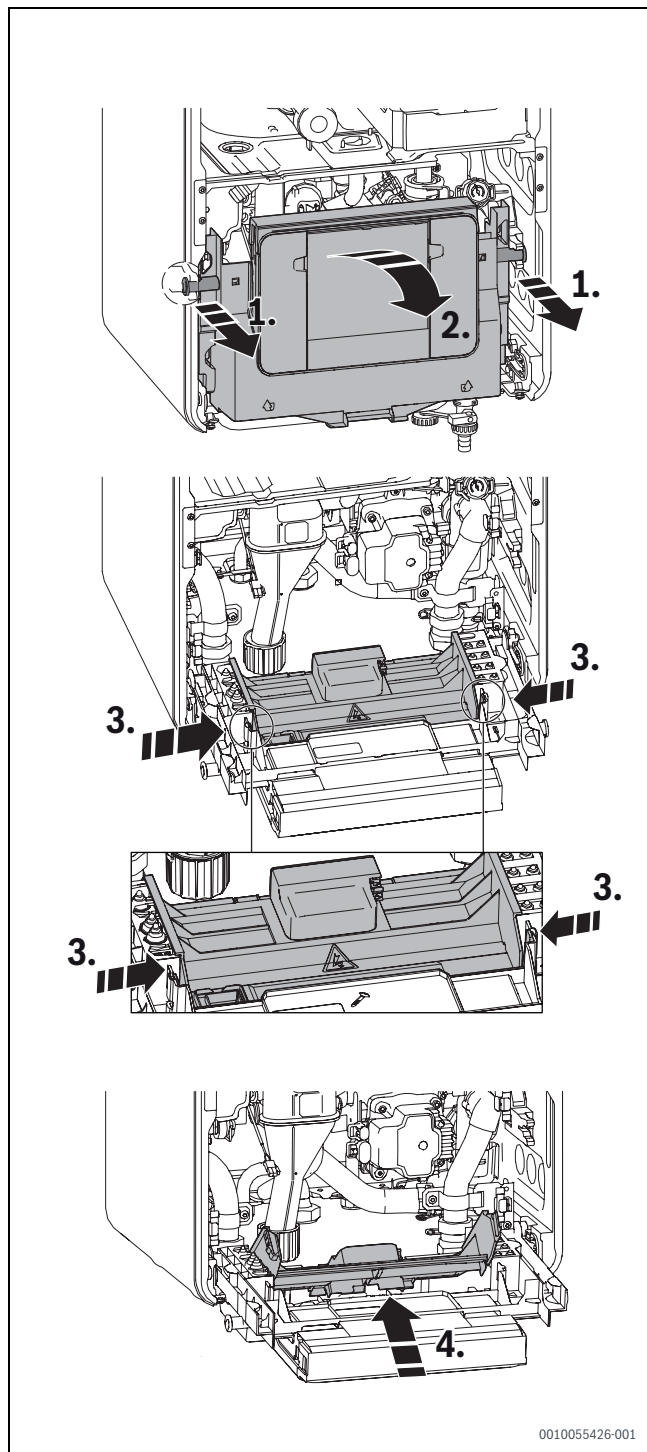

Bild 61 Steuergerät öffnen
- ▶ Steuergerät nach unten klappen (→ Bild 61).